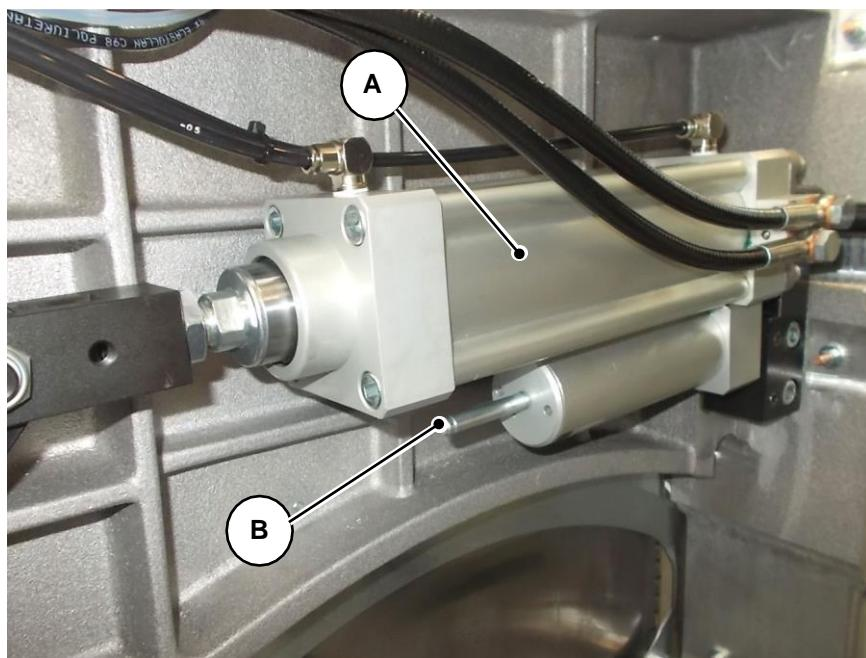

Fig. 09-03
- **Semanalmente:** através do visor do cárter do motor da lâmina, verificar se o cilindro hidropneumático "A" (**Fig. 09-03**) não está sem óleo, caso contrário não será possível regular a velocidade de corte e a integridade poderá ficar comprometida da lâmina. Quando o pino "B" (**Fig. 09-03**) (que normalmente sobressai do corpo do cilindro como indicado na figura) tiver voltado completamente para dentro do corpo do cilindro, isso significa que o óleo já não está presente e que o cilindro deve ser substituído imediatamente.